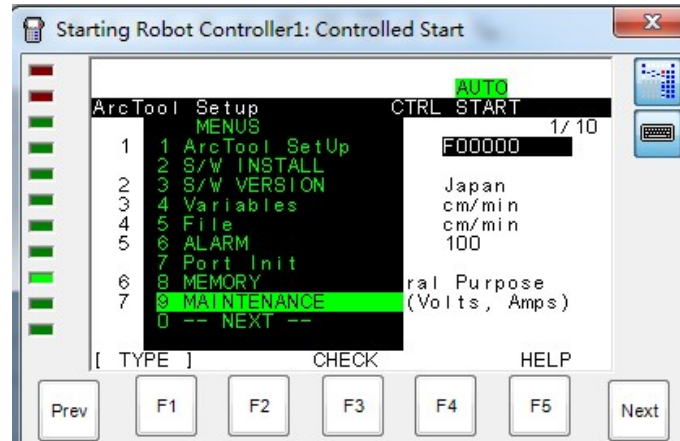

图 4.1.1
1) 在按住 PREV 和 NEXT 键的同时，接通电源，选择“3. Controlled start”，进入控制启动模式。按下示教操作盘的 MENUS 键，选择“9.MAINTENANCE”（机器人设定），见下图 4.1.1。